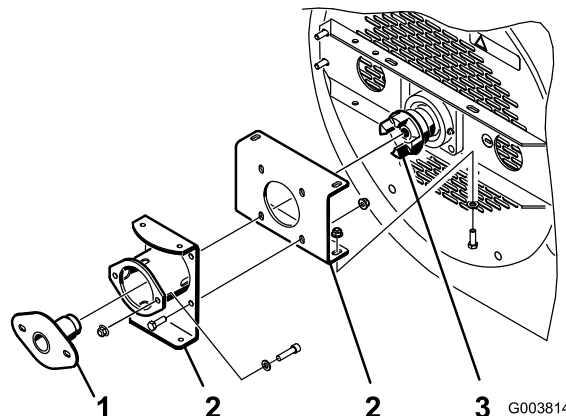

Figura 9
1. Asegúrese de que los soportes de montaje están instalados en la carcasa del soplador, con los pernos y las tuercas sin apretar (Figura 9).
2. Introduzca la herramienta de alineación del cojinete a través de los soportes de montaje, hasta el acoplamiento del ventilador (Figura 9).